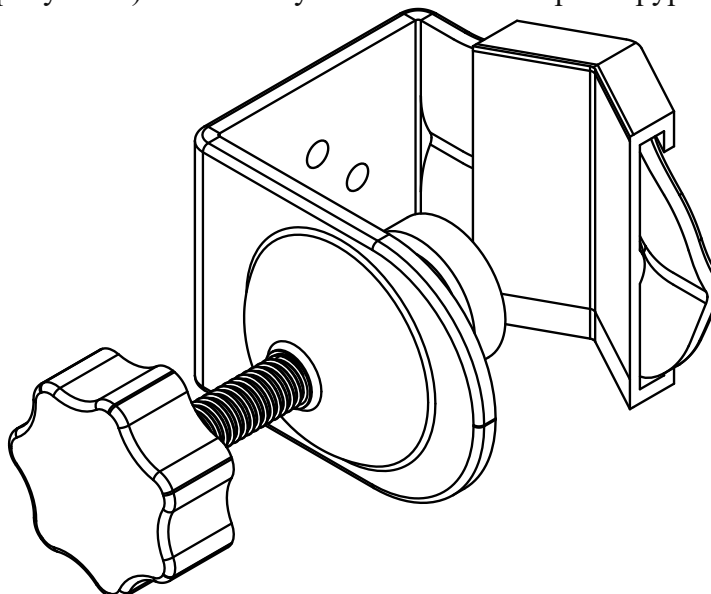

Рисунок 5 – Общий вид держателя к стойке
- Держатель к стойке (рисунок 5);
Держатель к стойке (рисунок 5) позволяет установить монитор к хирургической стойке.